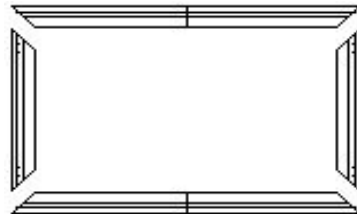

Abb. 1
3. Legen Sie alle vier Rahmenteile 2x (A) und 2x (B) in die finale Position auf dem Boden (Abb. 1).